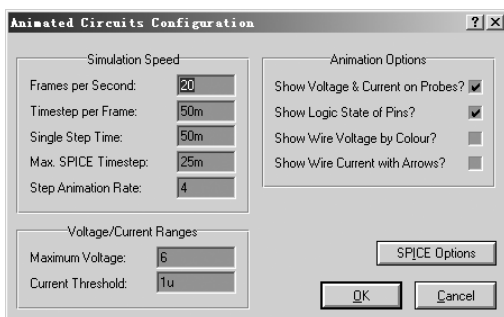

图 4.39 设置仿真的赋值参数
- Set Animation Options: 设置仿真时的赋值参数, 点击后会弹出如图 4.39 所示的对话框, 主要用于设置仿真的速度 (Simulation Speed)、仿真的显示选项 (Animation Options)、电压和电流的范围 (Voltage/Current Ranges)。